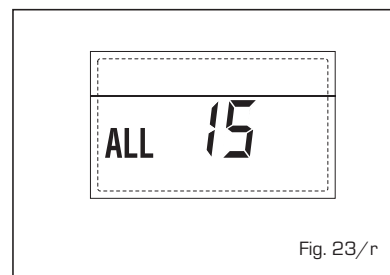

Fig. 23/r
- **INTERVENÇÃO TERMÓSTATO DE SEGURANÇA PRIMEIRA ZONA MISTURADA "ALL 20" (fig. 23/p)**